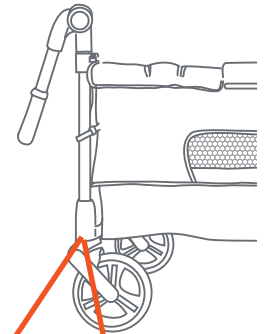
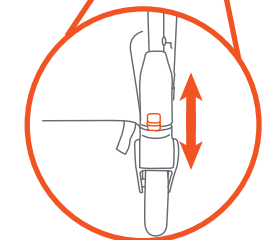

Fig. 2a
Fig. 2b
- To lock the front wheels, locate the gray lock button on the front wheel and slide it down (Fig. 2b). Slide the button back to unlock. **NOTE:** The wheels lock only when in the forward position and bench mode (Fig. 2a).
- Para bloquear las ruedas delanteras, ubique el botón de bloqueo gris en la ruedadelantera y deslícelo hacia abajo (Fig. 2b). Deslice el botón hacia atrás para desbloquear. **NOTA:** Las ruedas se bloquean solo cuando está en la posición delantera y en el modo banco (Fig. 2a).